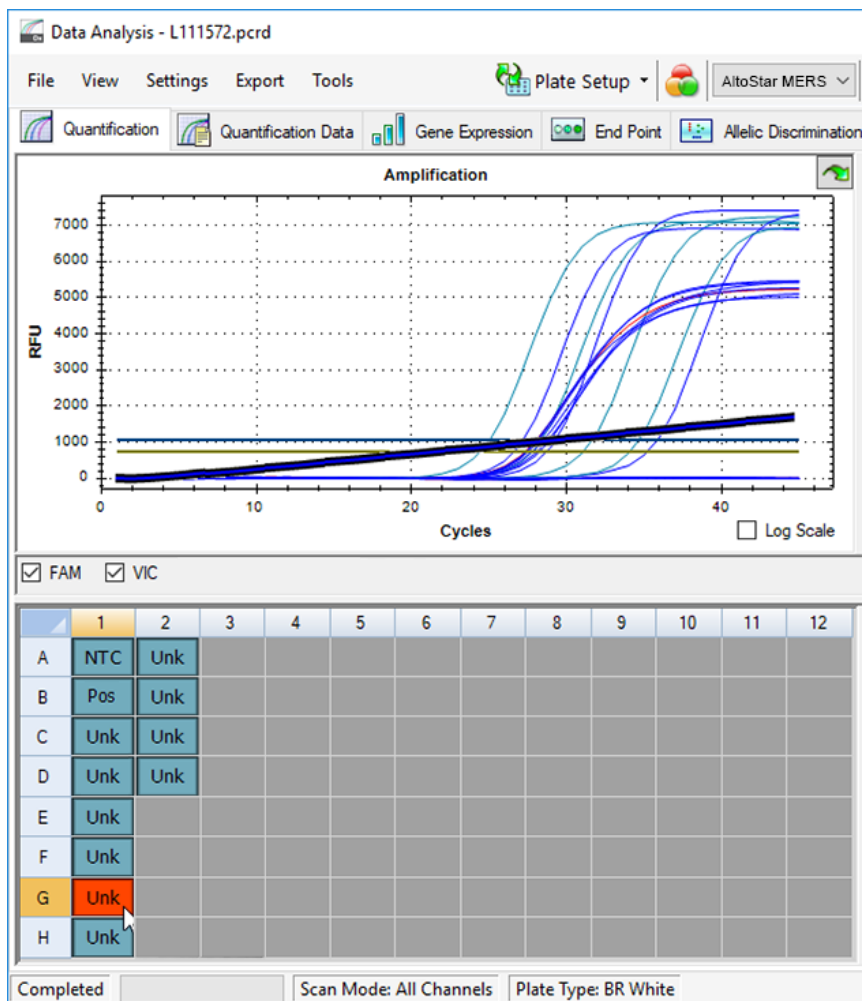

Figura 6: Ventana Data Analysis (análisis de datos): señal de PCR irregular
2. Identifique pocillos con señales de PCR irregulares (aumento de señal lineal, picos de señal, etc.) en cualquiera de los canales de detección FAM™ [MERS-CoV (objetivo upE + N gene respectivamente orf1a)] y VIC™ (IC) (consulte la figura 6).